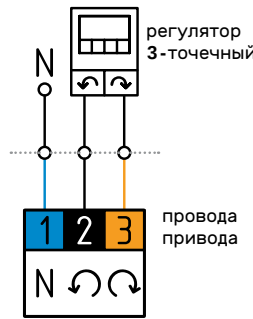

Рис. 10. Электрическая схема
5. Сделать электрические соединения в регуляторе по схеме (рис. 10.). Шнур питания привода может отсоединяться, что облегчает сборку и электрические работы. Чтобы извлечь вилку из привода, снимите защелкивающийся рычаг крышки и снимите крышку с корпуса привода (рис. 11.), а затем отсоедините вилку (рис. 12.). Штепсельная вилка подходит к розетке только в одном положении.